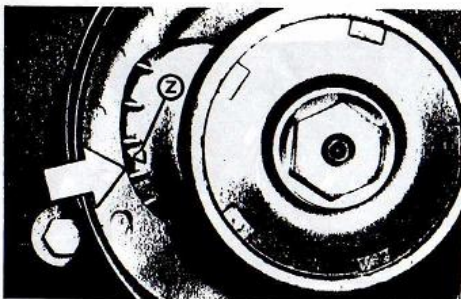

Fig. 65
2) - La corretta fasatura del motore è garantita quando il piolo "Z" (fig. 65), risulta allineato, o discostato di $\pm 1^{\circ}30'$, rispetto alla corrispondente traccia ricavata sul coperchio chiocciola.